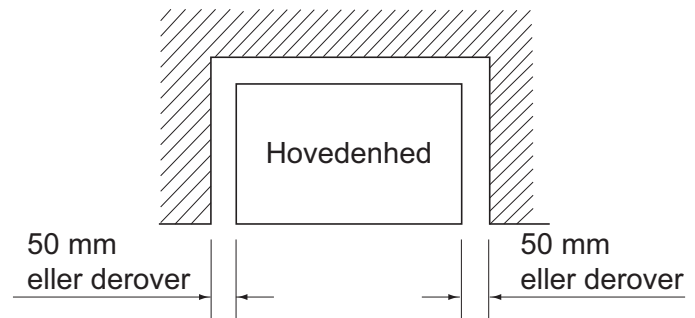

Fig. 2
(1) Vælg et installationssted, hvor følgende betingelser er opfyldt, og som godkendes af kunden.
- Hvor luftindtaget og -afgangen ikke blokeres, og hvor der er tilstrækkeligt med plads til vedligeholdelse og service. **(Se fig. 2)** (Hvis ikke, kan kapaciteten falde på grund af kortslutning).